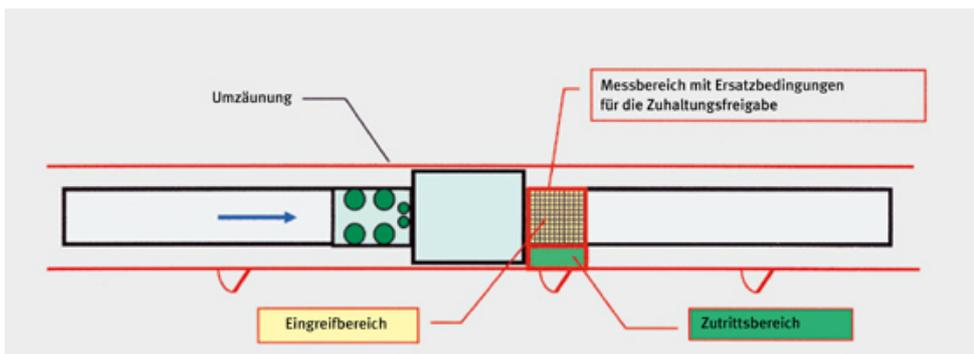

Bild 11: Layout zur "Messschaltung"
- Das Eingreifen mit den Händen zum Messen der Werkstücke (Eingreifbereich) darf innerhalb der Umzäunung nur von einem Bereich aus erfolgen (siehe Bild 11), der konstruktiv so abgetrennt ist, dass der unmittelbare Ausschubbereich nicht betreten werden kann (Zutrittsbereich).